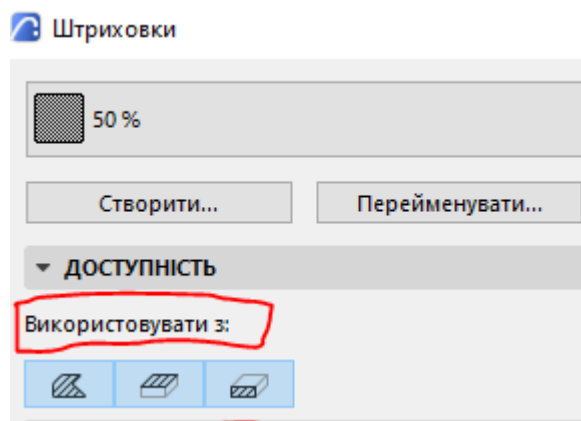

Рисунок 1.7 – Налаштування Категорії штрихування
1. Активуйте один або кілька маркерів у розділі *Використовувати з налаштування Категорії Штрихування* (рис. 1.7):